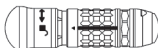

Figure 6
3. Tenir fermement la pièce à main d'une main et, avec l'autre main, pousser et tourner le manchon de déverrouillage de l'accessoire jusqu'à ce que la flèche soit alignée avec le symbole de déverrouillage (Figure 6).